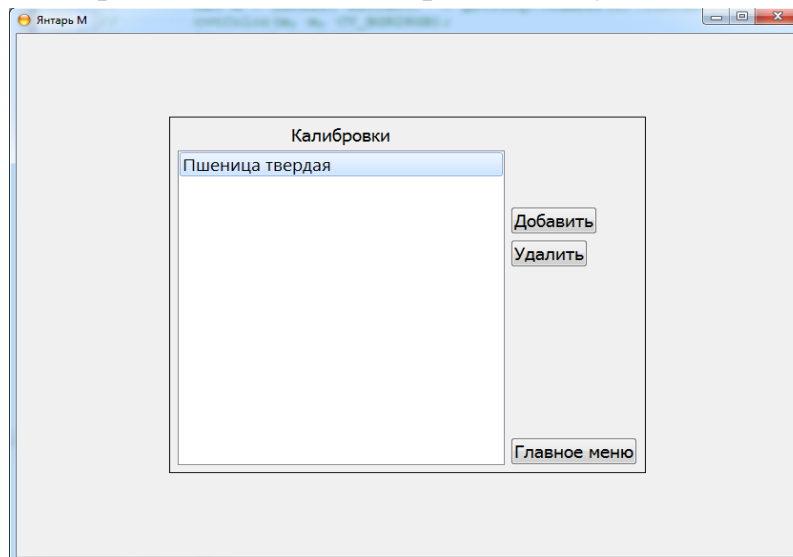

Рисунок 15.11. Список калибровок.
- На экране откроется список калибровок (Рисунок 15.11):